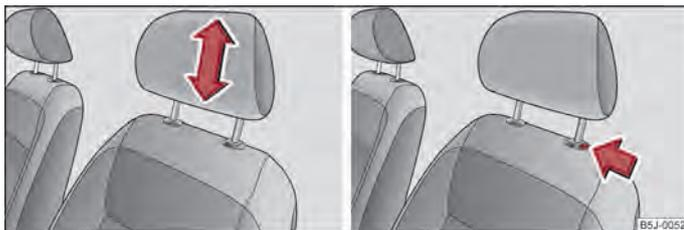

Fig. 35 Reposacabezas. Ajustar/retirar
- Debe asir el reposacabezas por los lados con las dos manos y tirar a discreción de él hacia arriba o abajo ⇒ fig. 35 - lado izquierdo.
- Si desea desplazar el reposacabezas hacia abajo, pulse y mantenga la tecla de seguro en esa posición con una mano ⇒ fig. 35 - lado derecho, y presione con la otra mano el reposacabezas hacia abajo.
- Pulse la tecla del seguro en el sentido de la flecha ⇒ fig. 35 - lado derecho, y extraiga el reposacabezas.